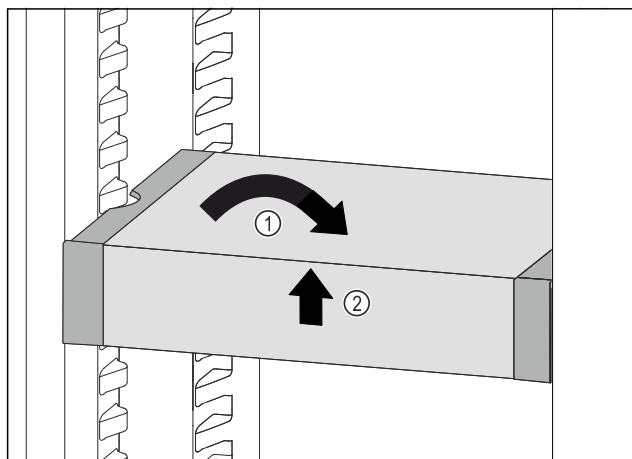

Fig. 142
- VarioSafe postavte rovně. Fig. 142 (1)
- VarioSafe vpředu zvedněte. Fig. 142 (2)